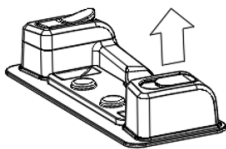

Abb. 5
1. Öffnen Sie den Dichtungsverschluss (Abb. 5).